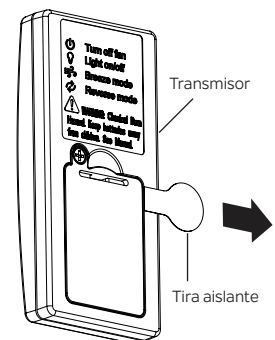

Figura 5
Paso 2. Tire con cuidado de la tira aislante del transmisor. Para activar la batería preinstalada CR2032 de 3V tipo botón/moneda. Deseche la tira aislante. **(Figura 5)**